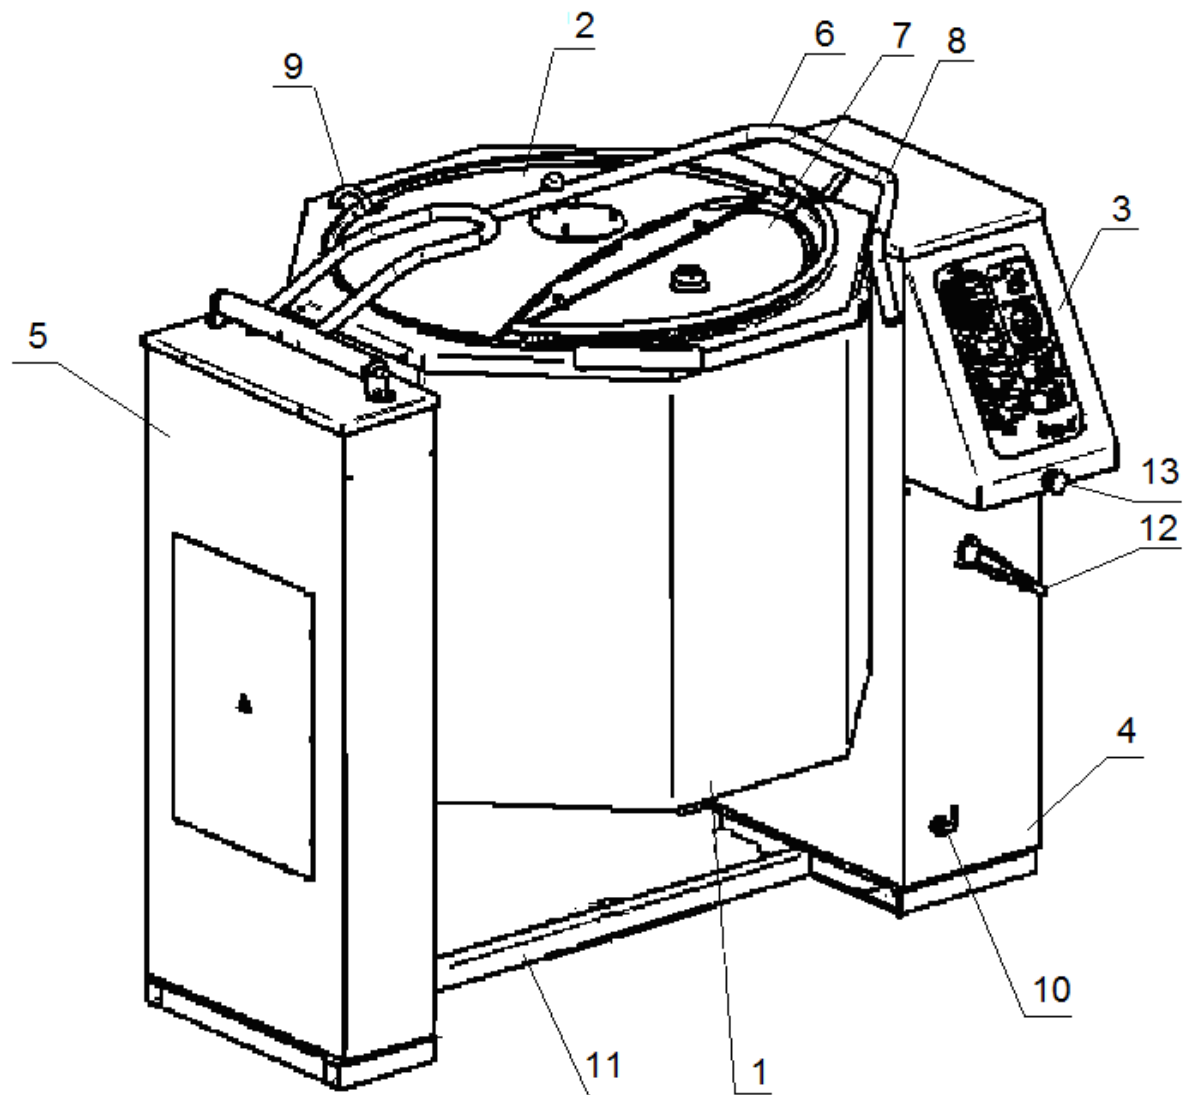

Рис. 1
- варочного котла (рис. 1 поз. 1);
- крышки (рис. 1 поз. 2).
- панели управления (рис. 1 поз. 3);
- правой опорной стойки (рис. 1 поз. 4);
- левой опорной стойки (рис. 1 поз. 5).
Крышка (рис. 1 поз. 2) предназначена для предотвращения выхода пара из варочного котла и для заправки в варочный котел продуктов во время работы. Крышка состоит из ручки с пружинным механизмом подъема (рис. 1 поз. 6), съемной крышки с фиксатором (рис. 1 поз. 7), защитной решетки (рис. 1 поз. 8). Съемная крышка с фиксатором служит для загрузки в варочный сосуд продуктов при работающем рабочем инструменте. Для этого необходимо снять крышку, предварительно нажать на нее и сдвинуть под углом «вправо»-«на себя» и поднять вверх. Устанавливается крышка в обратном порядке. Защитная решетка служит для загрузки продукта без открывания крышки и одновременно предохраняет персонал от касания руками вращающегося рабочего миксера. При открытии котла крышка фиксируется в любом положении.
Управление работой котла осуществляется с панели управления (рис. 1 поз. 3).